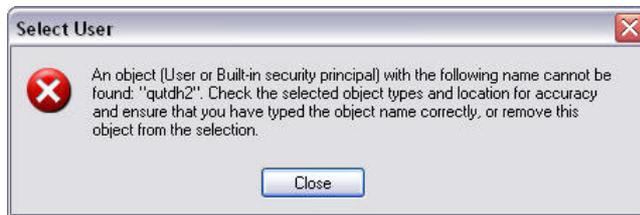

ABB. 61
- j. Wenn der Computer den Benutzernamen nicht finden kann, wird die in ABB. 61 gezeigte Fehlermeldung angezeigt. Prüfen Sie, ob die ausgewählten Objekttypen und der Objektort stimmen, und versuchen Sie erneut, Ihren Benutzernamen einzugeben. Wenn Sie weiterhin eine Fehlermeldung erhalten, wenden Sie sich an einen IT-Zuständigen.